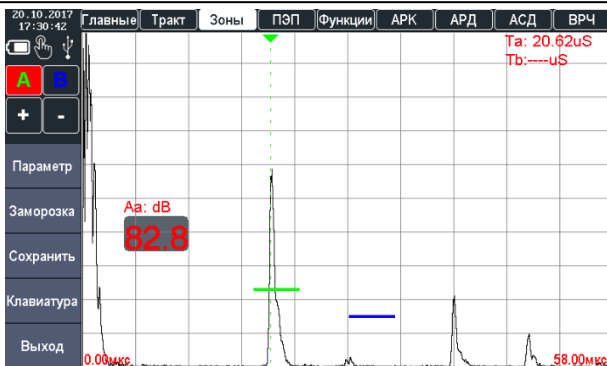

Рисунок 2.42 – Вывод значения амплитуды в зоне А
5. Включить отображение значения амплитуды сигнала в зоне А – Аа (рис. 2.42).